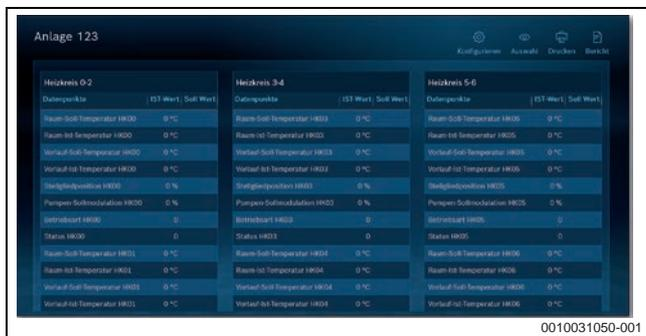

Bild 98 Control Center Commercial „Cockpit“: Übersicht Online-Daten (ohne zu „spiegeln“)
- Cockpit-Funktion: Übersicht von auswählbaren Online-Daten, kein „spiegeln“ erforderlich (→ Bild 98).